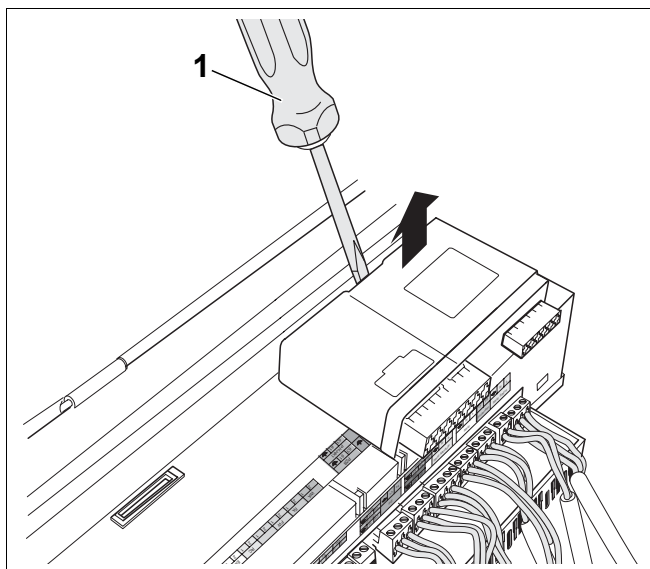

Рис. 4 Снятие функционального модуля
- Отверткой освободите модуль из стопорного крюка (рис. 4, поз. 1).
- Поднимите переднюю сторону модуля, как показано стрелкой, и выньте его (рис. 4).